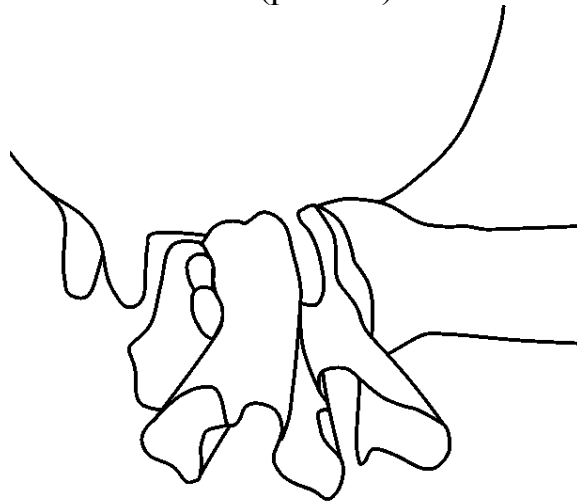

Рисунок 14 – Підготовка вимені до доїння
6.2.1 Обмити вим'я теплою водою, обтерти рушником або серветкою, одночасно проводячи масаж вимені (рис. 14).